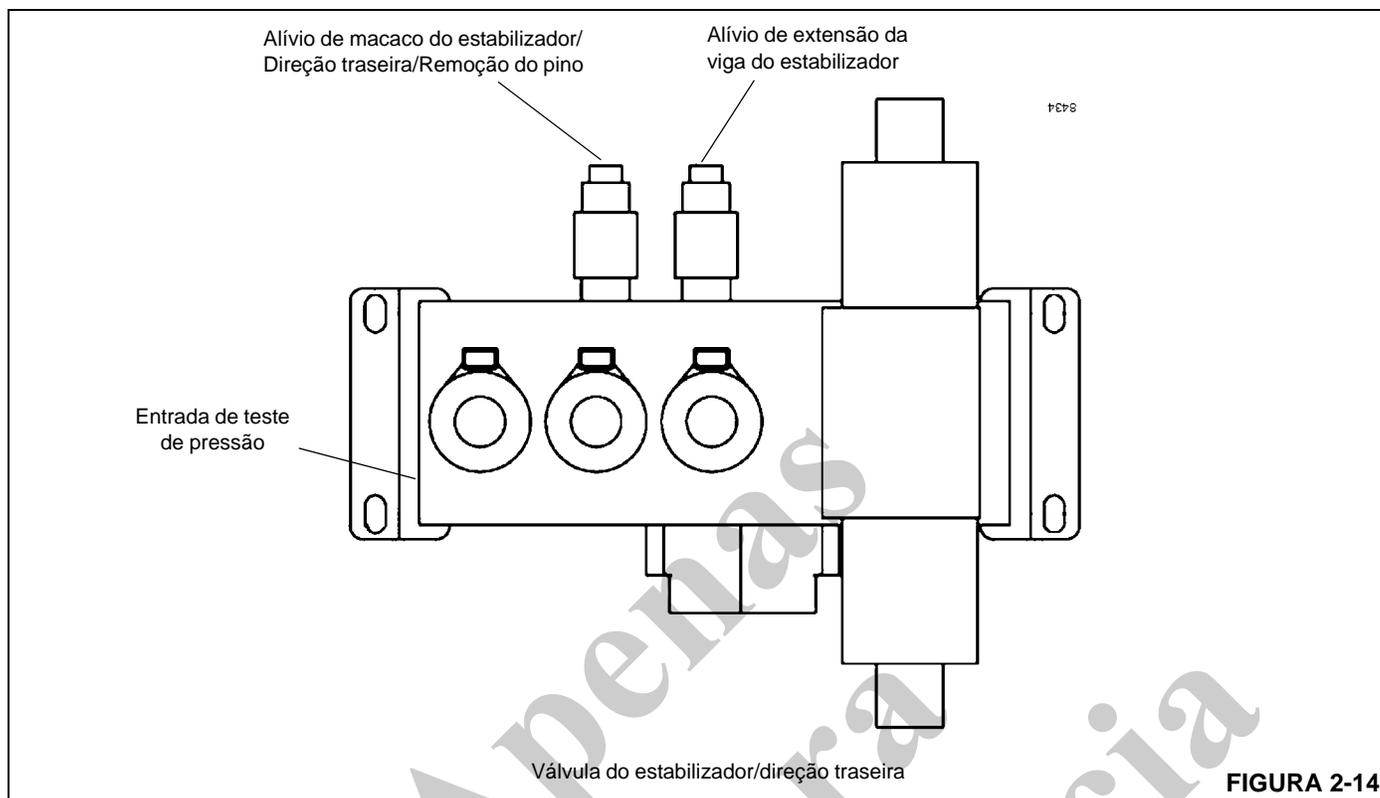

FIGURA 2-14
1. Remova a tampa e instale o manômetro (Figura 2-14) na entrada de verificação da pressão da válvula do estabilizador/direção traseira.